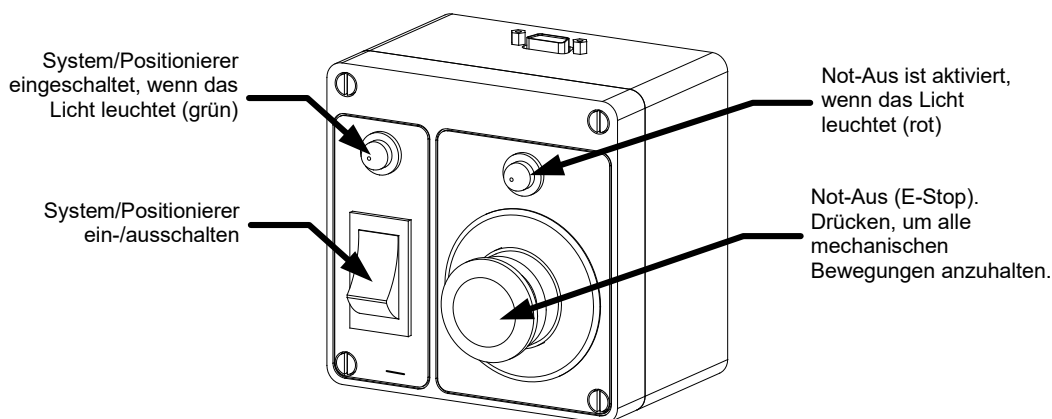

Abbildung 13. Netzbox im Kontrollraum
3. Das System hochfahren. An der Fernbedienungskonsole (im Kontrollraum) den Schalter etwa 1 Sekunde lang in der **EIN**-Stellung („I“) gedrückt halten, bis die grüne Netzleuchte aufleuchtet (**Abbildung 13**).